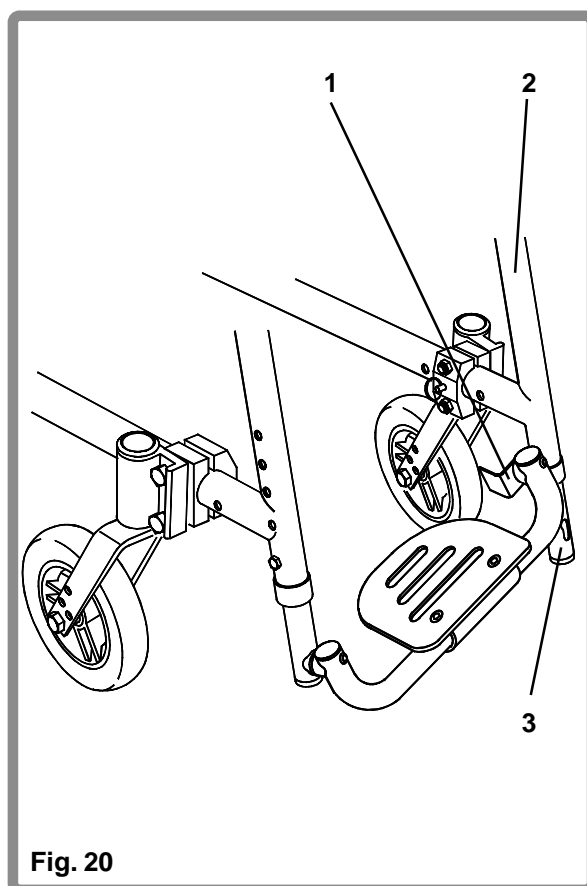

Fig. 20
Om de voetenplank (Fig. 20) op te klappen moet de ver-grendelklem (1) 90° worden gedraaid, zodat deze de frame buis (2) niet raakt. Trek de voetenplank op zodat de richtpen uit zijn positie (3) in de frame buis kan worden genomen. Draai de voetenplank opwaarts.